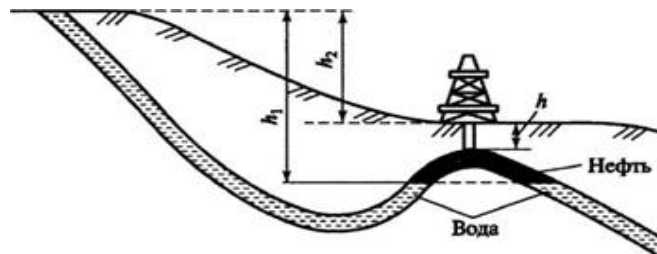

Рисунок 3
3. Расходомер Вентури расположен в наклонном трубопроводе с диаметрами  $d_1=0,25$  м,  $d_2=0,1$  м (рис.3). В двух сечениях ртутным манометром производится замер разности давлений. Зная разницу давлений  $h=0,1$  м ртутного столба, определить расход воды ( $\rho_{рт}=13600 \text{ кг/м}^3$ ).